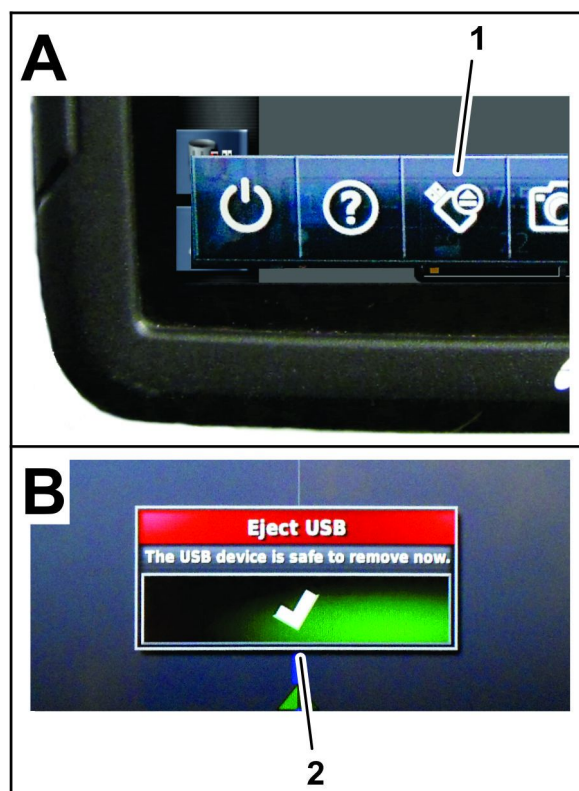

Figura 23
4. Na parte inferior do ecrã da consola, deslize para cima para aceder à barra de menu flutuante (Figura 23).